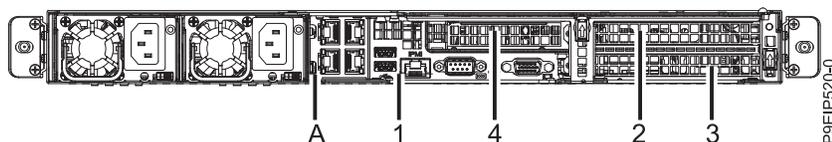

Figura 27. Posiciones del adaptador PCIe 9006-12P
- Consulte las posiciones del adaptador PCIe. Consulte la Figura 27.